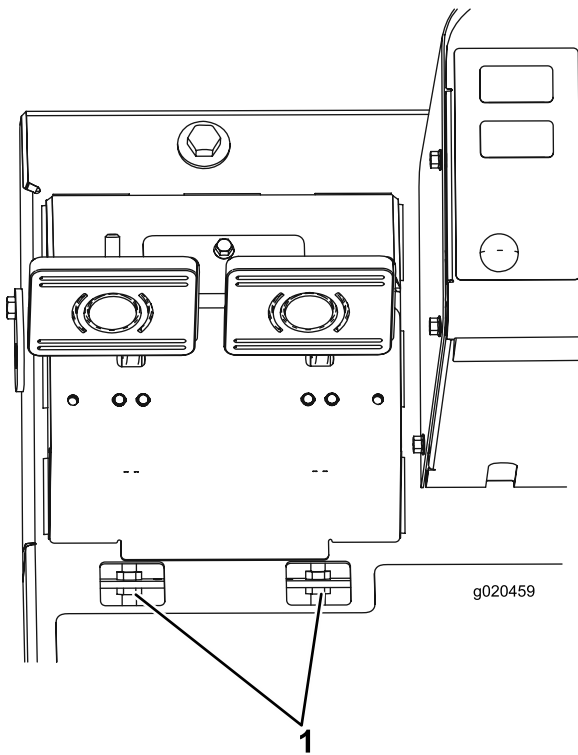

Figure 68
- B. Desserrez l'écrou avant sur l'extrémité fileté du câble de frein (Figure 68).